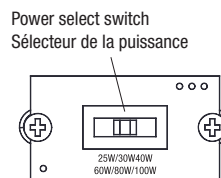

Fig. 3A
3. Select the appropriate LED color temperature and power by using the switches inside the housing as shown in Fig. 3A. If needed, connect the photocell's quick connector to activate it.
3. Choisir la température de couleur DEL et la puissance en utilisant les sélecteurs à l'intérieur du boîtier comme montré sur la Fig. 3A. Au besoin, connecter le connecteur rapide de la cellule photoélectrique pour l'activer.